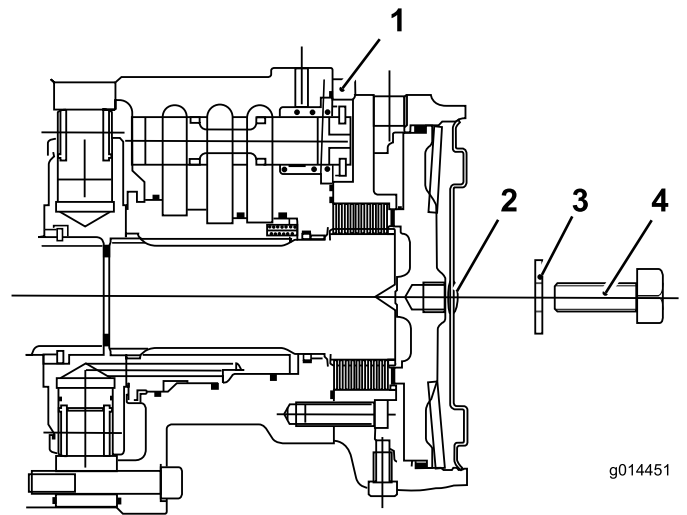

Figura 45
7. Inserite un bullone (12 x 40 mm) e una rondella (12 mm) nel foro al centro della piastra terminale del motore (Figura 45).
8. Serrate il bullone nel foro filettato del pistone del freno fino a sbloccare il freno (Figura 45).